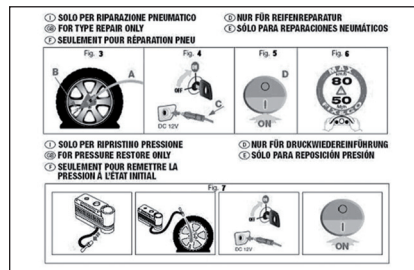

fig. 12
- ☐ un dépliant d'information (voir **fig. 12**), utilisé pour une utilisation correcte du kit de réparation rapide puis, remis au personnel qui doit manier le pneu traité avec le kit de réparation des pneus